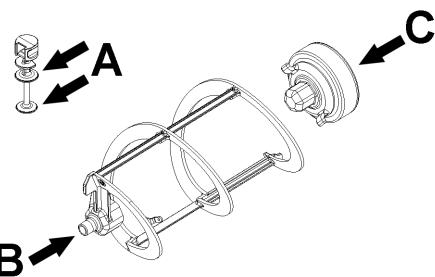
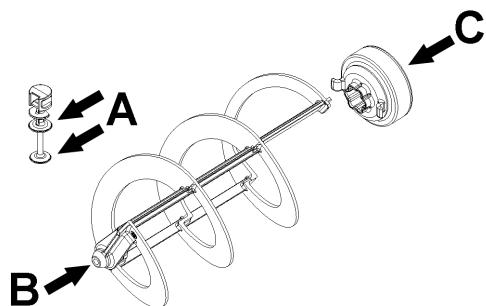

figure 19
figure 20
- 3 Remettre le robinet en place sur le bac en effectuant les opérations de la (voir figure 19) (voir figure 20)en sens inverse.